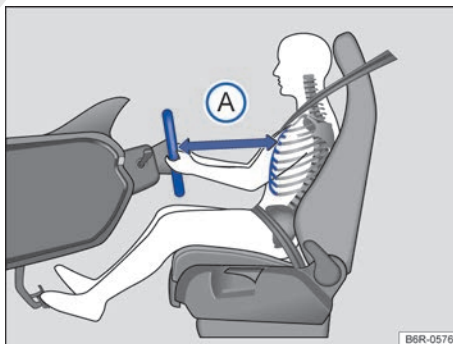
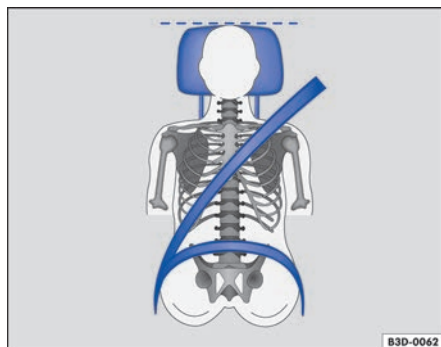

Fig. 33 La distancia correcta entre el conductor y el volante (A) debe ser de, como mínimo, 25 cm.
Fig. 34 Posición correcta de la banda del cinturón y ajuste correcto del apoyacabezas.
- Ajustar el asiento para que la distancia entre éste y el tórax tenga como mínimo 25 cm → fig. 33 A) y que el conductor pueda asegurar el volante por el borde externo con las dos manos y los brazos ligeramente doblados.
- Para los asientos con apoyacabezas: ajustar el apoyacabezas para que su borde superior se encuentre preferentemente en la misma línea de la parte superior de la cabeza → fig. 33 y → fig. 34 – pero no por debajo de la altura de los ojos. Posicionar la parte posterior de la cabeza lo más cerca posible del apoyacabezas.